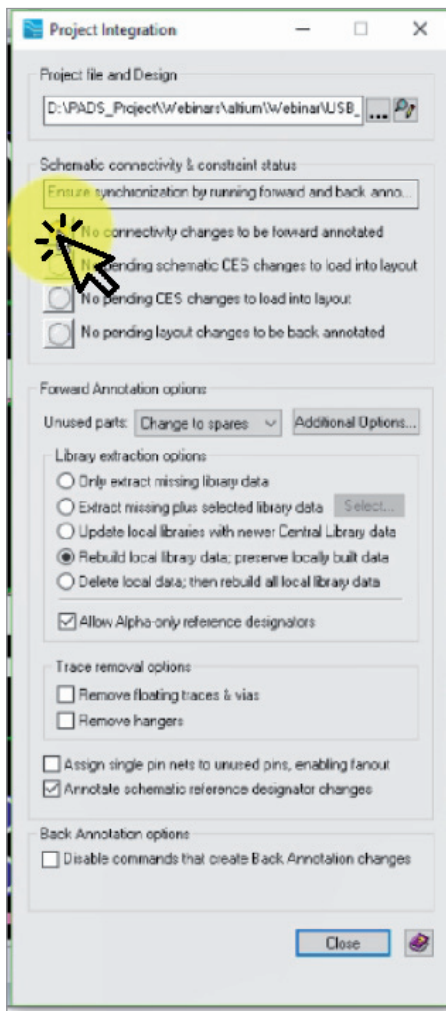

Рис. 22
1. Возвращаемся в *Layout* и переходим в меню *Setup* → *Project Integration*. Нам нужно сделать так, чтобы индикаторы стали зелеными – это будет означать полную синхронизацию (рис. 22).